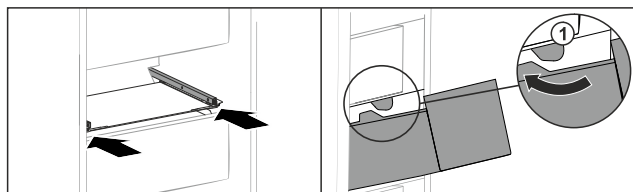

Fig. 149
- Far passare il cassetto intorno ai fermi Fig. 149 (1).